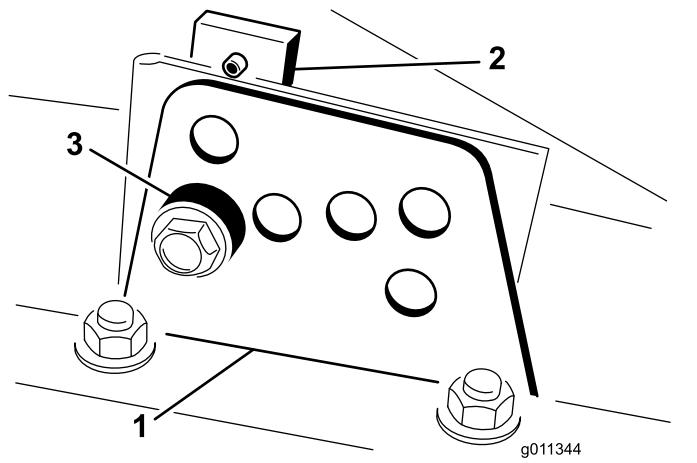

Figura 19
y en cada lado), según se muestra en la Figura 19.
4. Sostenga la cámara y retire el espaciador (Figura 19).